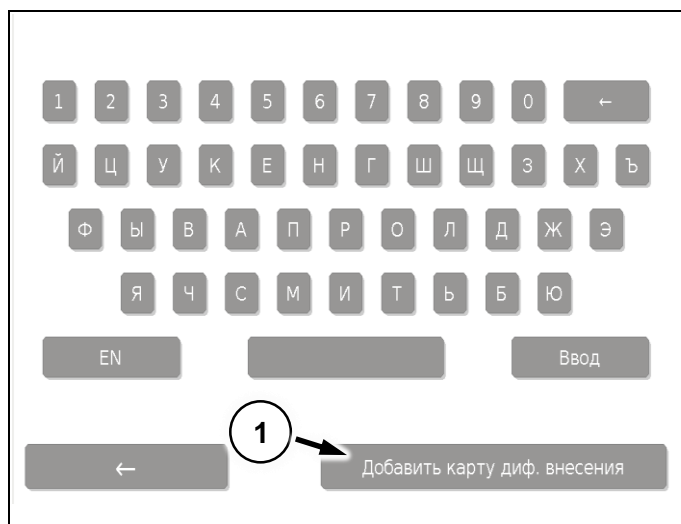

Рис. 47
- нажмите кнопку «Добавить карту диф. внесения» (Поз. 1) (Рис. 47).